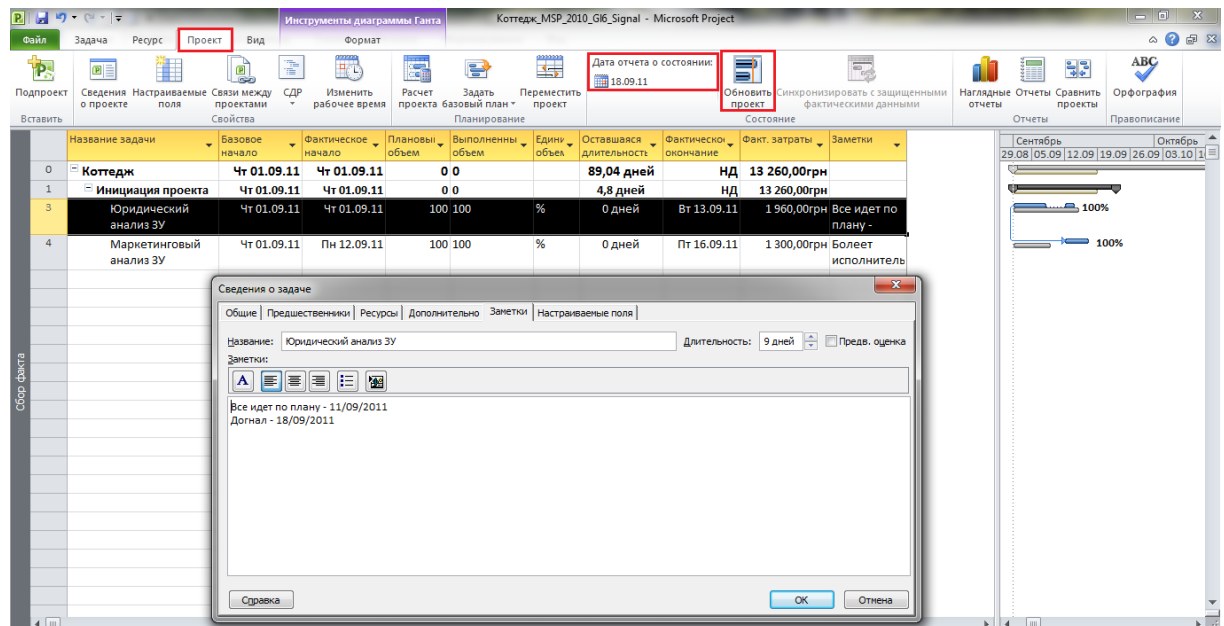

Рисунок 10.31 Результат сбора факта за вторую неделю
6. На закладке «Проект» нажимаем пиктограмму «Обновить проект» и перепланируем незавершенные трудозатраты с началом после даты отчета о состоянии, чтобы показать отклонение в проекте, Рисунок 10.31.